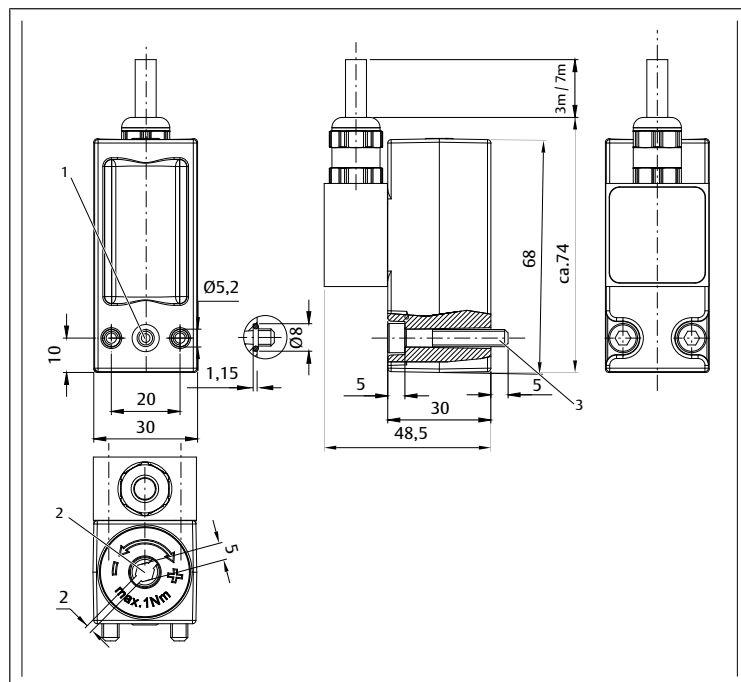

Рис. 1: Пневматическое подключение – фланец
- Фланцевое соединение M5: $M_A = 2,5^{+0,5}$ Нм (см. → Рис. 1)